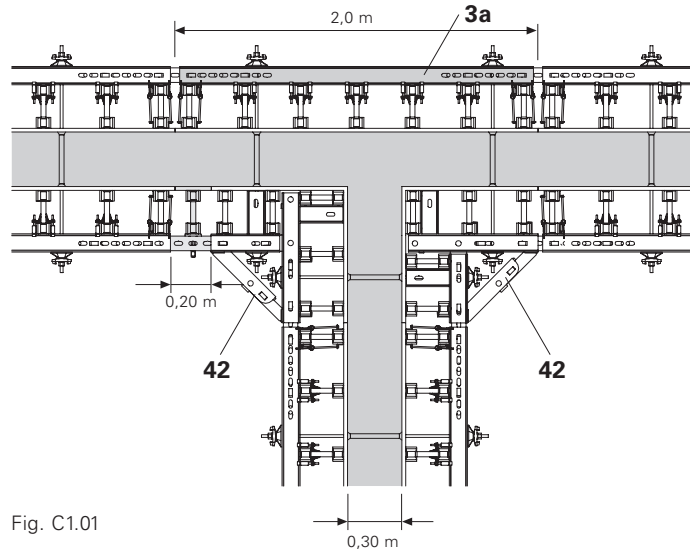

Fig. C1.01
Correia para cantos interiores IRZ (42) (Fig. C1.01)